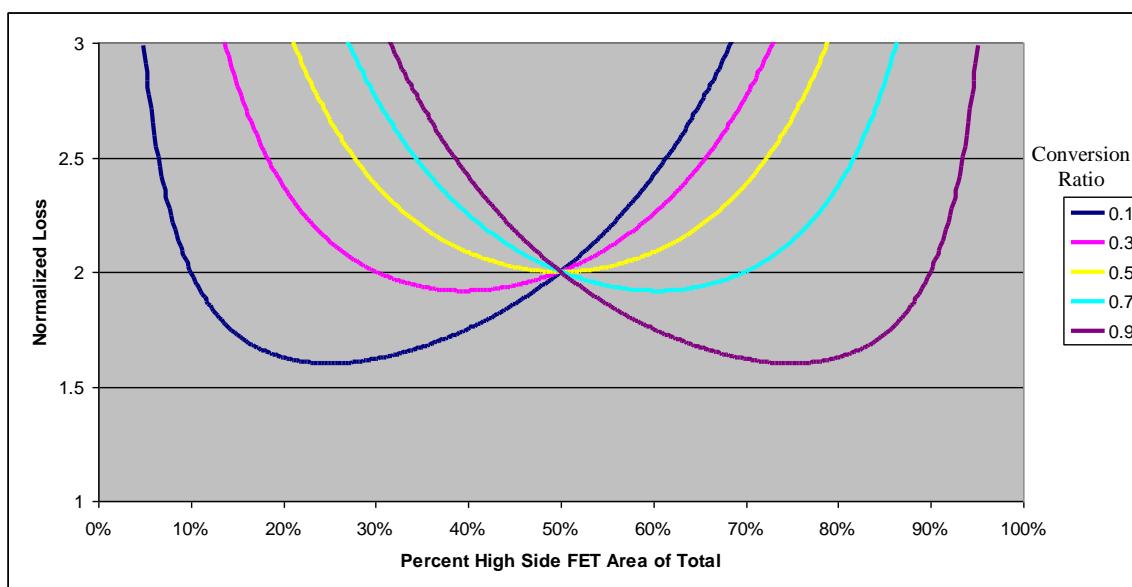
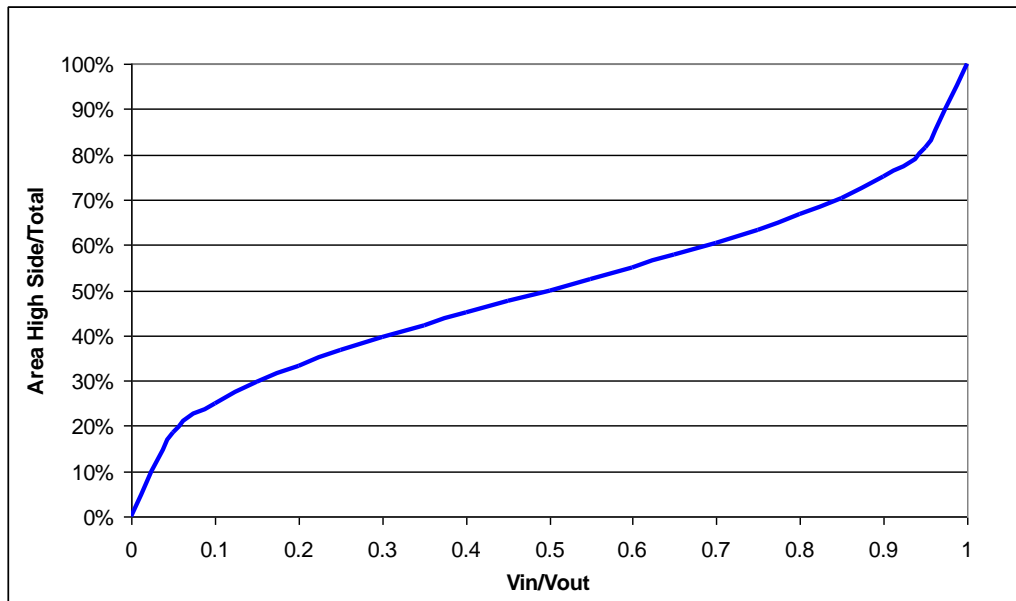

图 1 传导损耗与 FET 电阻比和占空比相关
图 2 存在一个基于转换比率的最佳面积比
首先，FET 电阻与其面积成反比例关系。因此，如果为 FET 分配一定的总面积，同时您让高侧面积更大（旨在降低其电阻），则低侧的面积必须减小，而其电阻增加。其次，高侧和低侧 FET 导电时间的百分比与 V_{OUT}/V_{IN} 的转换比相关，其首先等于高侧占空比 (D)。高侧 FET 导通 D 百分比时间，而剩余 (1-D) 百分比时间由低侧 FET 导通。图 1 显示了标准化的传导损耗，其与专用于高侧 FET 的 FET 面积百分比 (X 轴) 以及转换因数 (曲线) 相关。很明显，某个设定转换比率条件下，可在高侧和低侧之间实现最佳芯片面积分配，这时总传导损耗最小。低转换比率条件下，请使用较小的高侧 FET。反之，高转换比率时，请在顶部使用更多的 FET。面积分配至关重要，因为如果输出增加至 3.6V，则针对 12V: 1.2V 转换比率（10% 占空比）进行优化的电路，其传导损耗会增加 30%，而如果输出进一步增加至 6V，则传导损耗会增加近 80%。最后，需要指出的是，50% 高侧面积分配时所有曲线都经过同一点。这是因为两个 FET 电阻在这一点相等。
通过图 1，我们知道 50% 转换比率时出现最佳传导损耗极值。但是，在其他转换比率条件下，可以将损耗降至这一水平以下。附录 1 给出了进行这种优化的数学计算方法，而图 2 显示了其计算结果。即使在极低的转换比率条件下，FET 芯片面积的很大一部分都应该用于高侧 FET。高转换比率时同样如此；应该有很大一部分面积用于低侧。这些结果是对这一问题的初步研究，其并未包括如高侧和低侧 FET 之间的各种具体电阻值，开关速度的影响，或者对这种芯片面积进行封装相关的成本和电阻等诸多方面。但是，它为确定 FET 之间的电阻比提供了一个良好的开端，并且应会在 FET 选择方面实现更好的整体折中。
附录：图 2 的推导过程
总传导损耗求解过程 (用于图 1):
结果如图 2 所示。